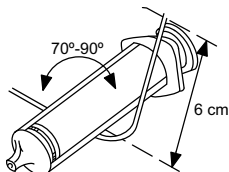

Abbildung 3. Biegen des Mandrins
2. Wählen Sie einen Mandrin nach der Funktion und der bevorzugten Festigkeit. Falls gewünscht, können Sie den Mandrin mit einem sterilen Instrument mit glatter Oberfläche (z. B. einem 10-ml- oder 12-ml-Spritzenkolben) vorsichtig formen (Abbildung 3 Biegen des Mandrins auf Seite 18).